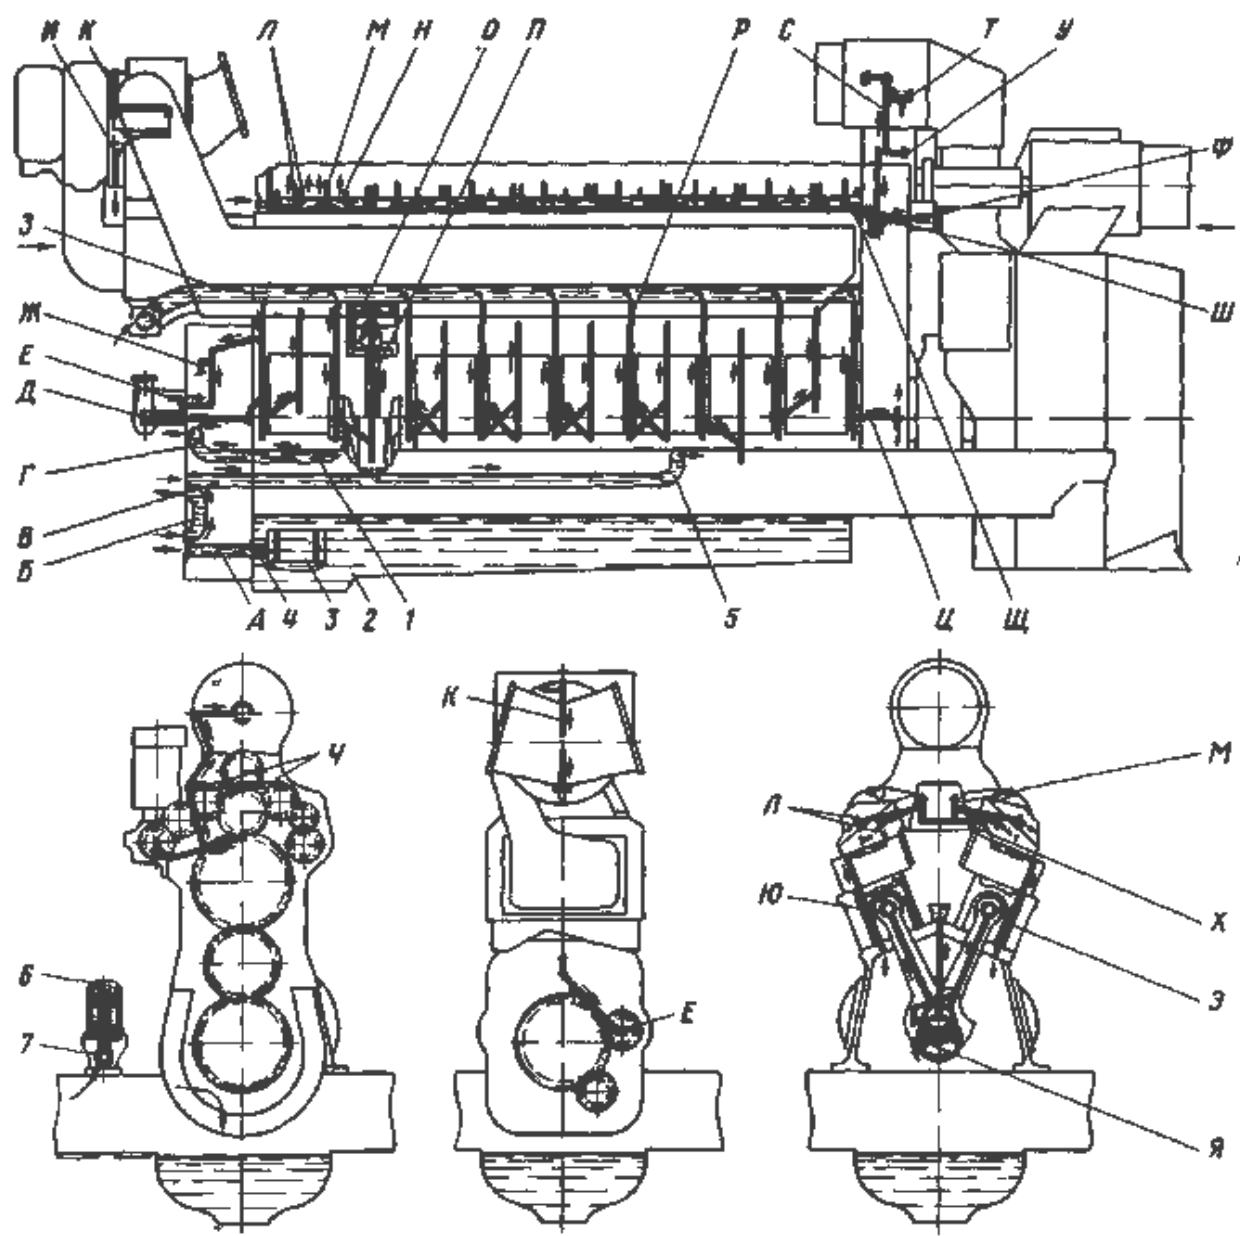

Рис. 30. Внутренняя масляная система дизеля
**Внутренняя масляная система дизеля** приведена на рис. 30.